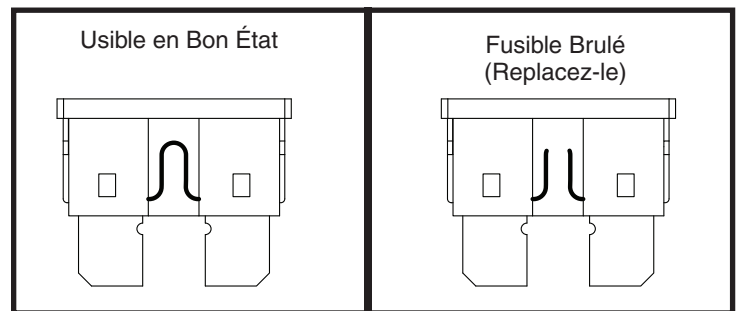

Figure 27. Le remplacement des fusibles
2. Examinez-le pour vérifier s'il est brûlé. Voir la figure 27.